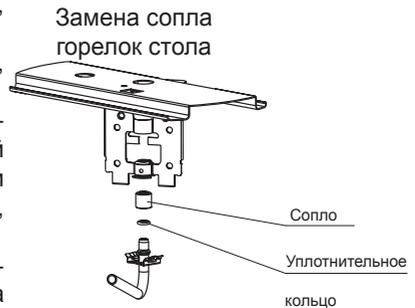

рис. 18
### 25.1. Проведение замены сопла при ремонте, а также при переводе на другой тип газа (рис.18)
5. Снять установленные сопла, для этого отверткой необходимо отсоединить металлическую защелку от отбортовки гнезда держателей сопла и вывести газоподводящую трубку вместе с соплом из гнезда, затем снять сопло с трубки газа (рис. 18). Резиновые уплотнительные кольца рекомендуются оставить на трубках.